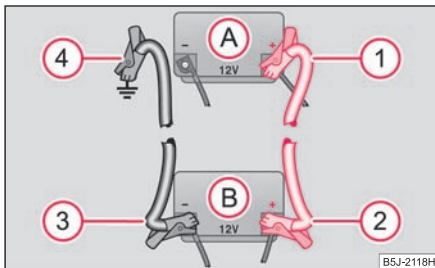

Fig. 195 Executarea pornirii cu ajutorul bateriei altui autovehicul: A - bateria descărcată, B - bateria furnizoare de curent
- Prindeți un capăt la polul plus (1) ⇒ fig. 195 al bateriei descărcate (A).
- Prindeți celălalt capăt la polul plus (2) al bateriei care furnizează curent (B).